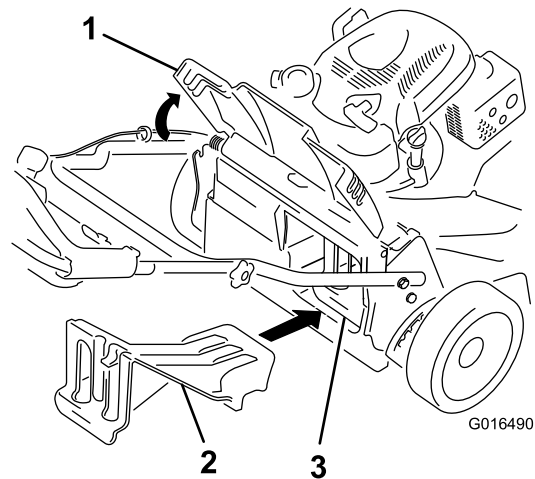

Figura 25
- Se il coperchio di scarico posteriore non è installato, afferratelo dalla maniglia, sollevate il deflettore posteriore e inseritelo nel condotto di scarico posteriore fino a bloccare il fermo in posizione; vedere Figura 25.
Importante: Prima di riciclare lo sfalcio, verificate che il coperchio di scarico posteriore sia montato (Figura 25).